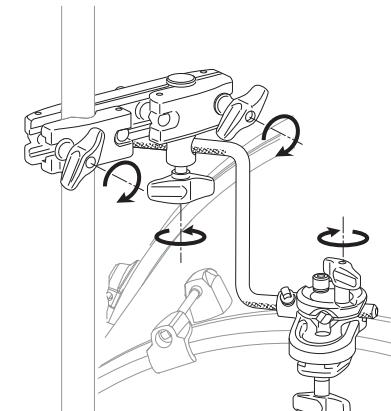

Fig. 4 / 図4
- Fine adjust the Z-Rod, Post, and Adaptor to set the Hi-Hat in the ideal playing position. Securely tighten all Wing Bolts/Wing Nuts (Fig. 4).
Z ロッド、ポスト、アダプターの位置を再度微調整し、位置が決まつたら全てのウイングボルト、ウイングナットをしっかりと締めて固定してください (図4)。